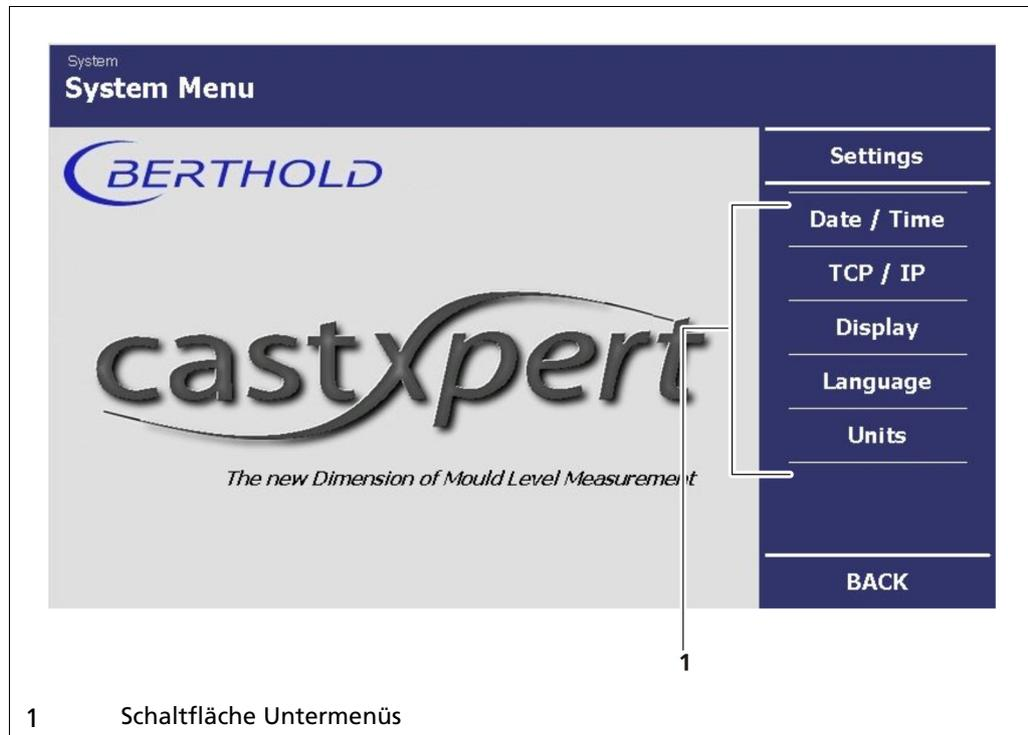

Abb. 23 Systemmenü, Einstellungen
- Das Untermenü **Einstellungen** wird geöffnet (Abb. 23).
1. Klicken Sie im **Systemmenü | Einstellungen** auf **<Datum/Uhrzeit>**, um in das Untermenü Datum/Uhrzeit zu gelangen (Abb. 23, Pos. 1).
1. Klicken Sie im **Systemmenü | Einstellungen** auf **<Sprache>**, um die Menüsprache zu ändern. (Abb. 23, Pos. 1).